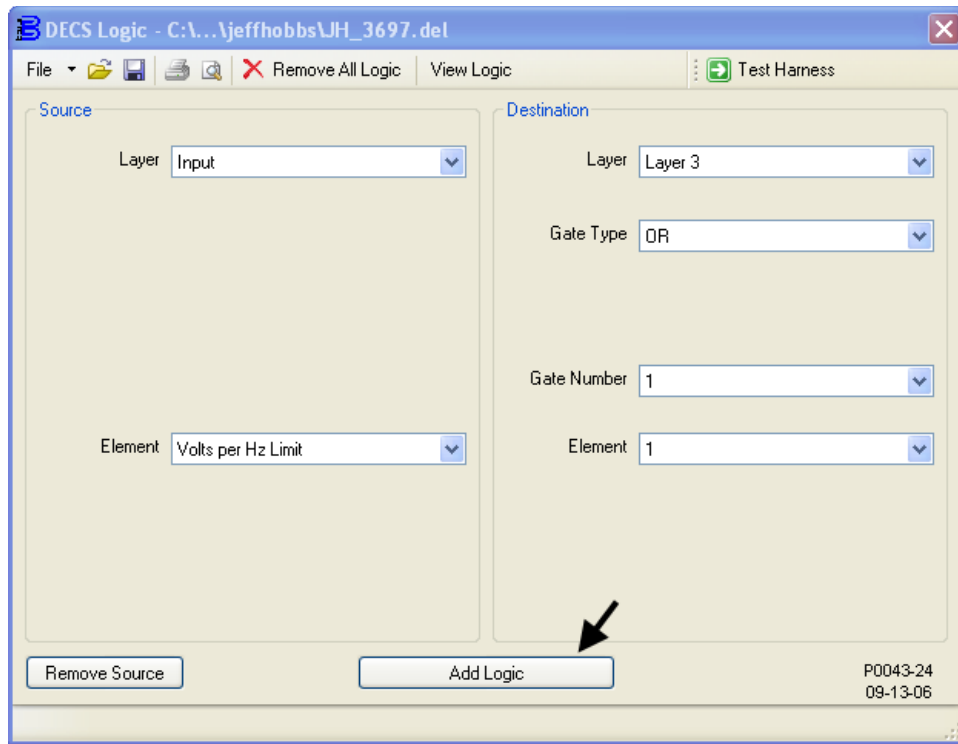

Figura 9-20. Agregar Layer3 InputBuffer.Volts per Hz Limit ---> Layer3.Or1.Input1
1. La Figura 9-20 muestra los ajustes de la ventana DECS Logic (Lógica de DECS) asociados a este paso. Conecte el búfer de entrada V/Hz Protection Active (Protección V/Hz activa) a la entrada 1 de la OR Gate 1 (compuerta OR 1) en Layer 3 (capa 3) de la lógica. En la Tabla 9-2, esta asociación se identifica como "DESTINATION (DESTINO): Layer3 – InputBuffer.Volts per Hz Limit → Or1.Input1".